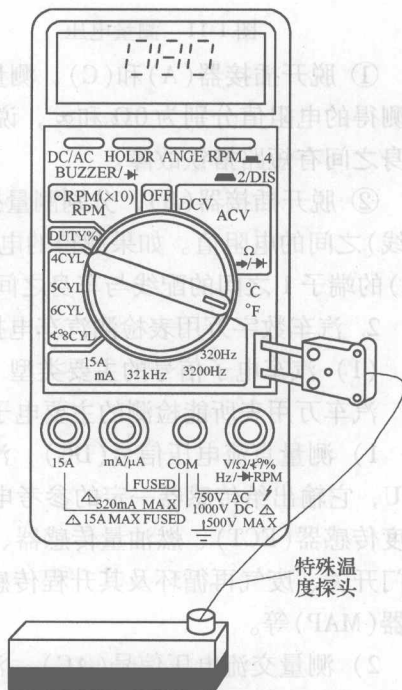

图 1-14 测量温度
① 将“选择开关”旋转到温度(°C或°F)位置上。
② 将汽车万用表配备的带测针的特殊插头,插接到面板上黄色插孔内,测针与被测温度的部位接触,如图 1-14 所示。
③ 温度稳定后,读取测量值。